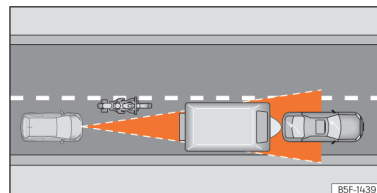

Рис. 121 Мотоцикліст за межами зони сканування радара.
- Транспортні засоби, які відхиляються від смуги або рухаються поза зоною виявлення датчиків, наприклад, мотоцикли >>> **рис. 121.**